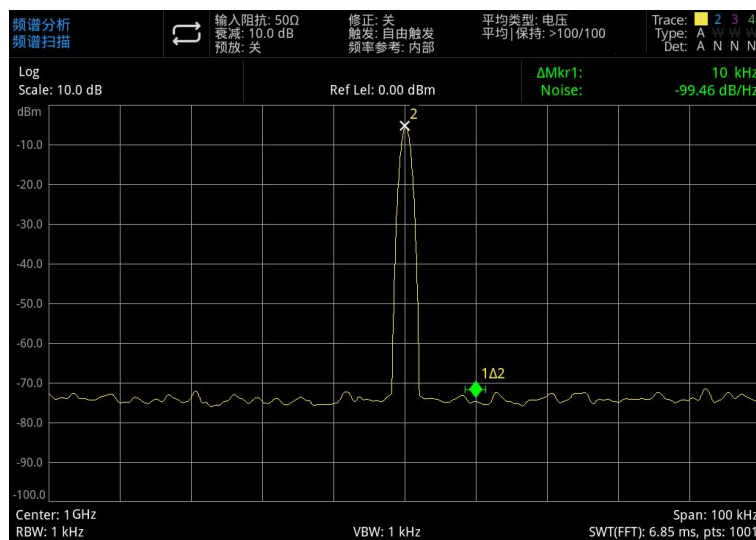

图 3-20: 相位噪声
- 6 按[Marker]>标记功能>标记噪声，如图 3-20 所示：